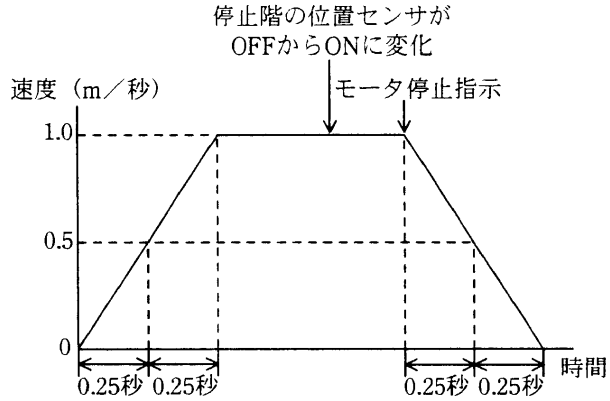

図5 かごを移動させるときの速度変化
(2) かごの上端と下端の中心に位置センサが来るようにかごを停止させる。そのためには、停止階の位置センサが OFF から ON に変化した後、一定時間経過してからモータに停止指示を出す必要がある。かごを移動させるときの速度変化を図5に示す。上昇と下降では、かごを移動させるときの速度変化は同じとする。かごの高さを1.2mとしたとき、停止階の位置センサが OFF から ON に変化した後、何ミリ秒後にモータに停止指示を出せばよいか求めよ。ただし、位置センサの応答遅れは無視できるものとする。答えは小数第1位を四捨五入して、整数で求めよ。